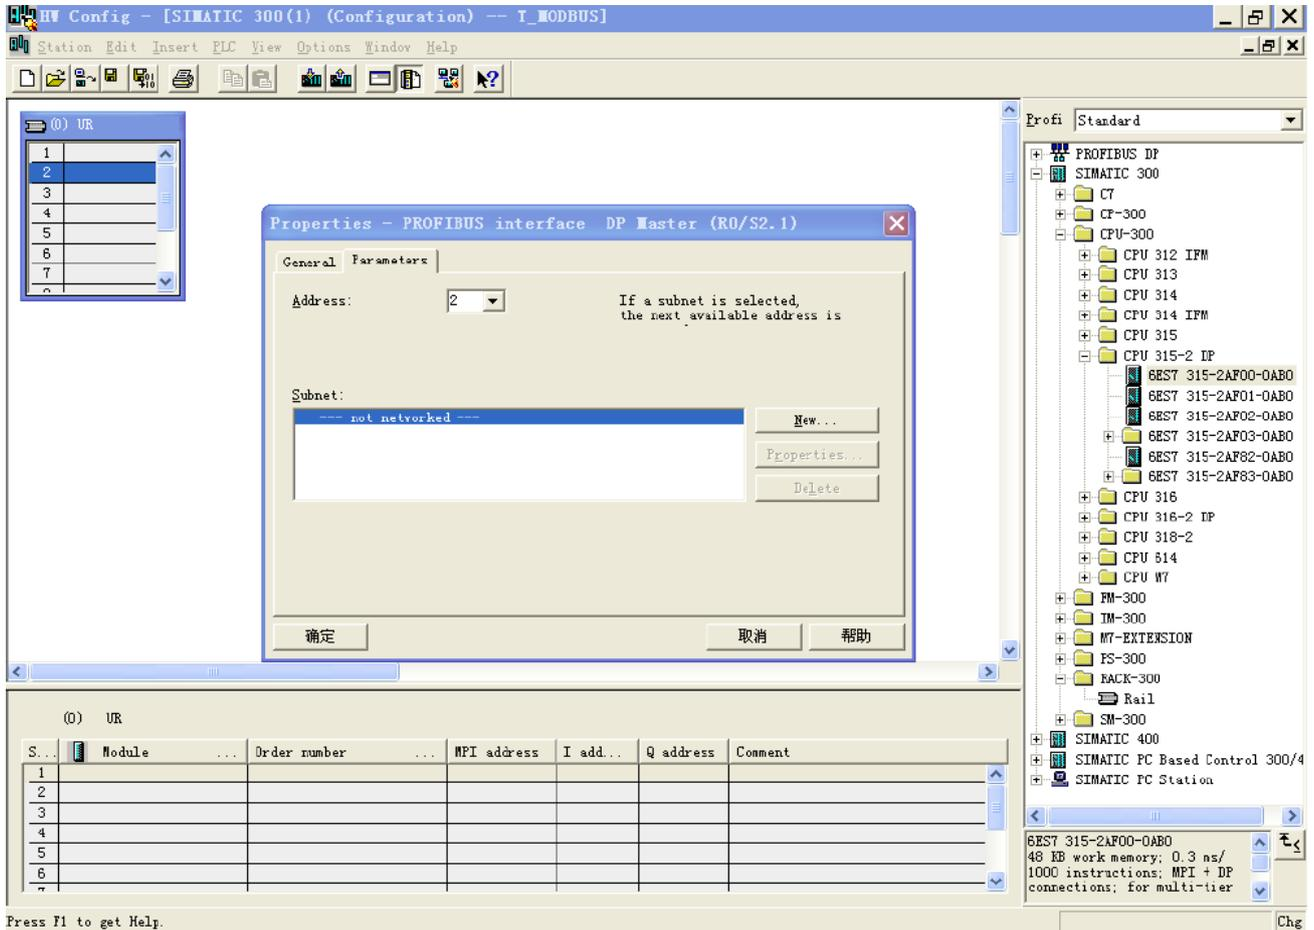

图 7
7. 设定 PLC rack, 双击 “Hardware Catalog\SIMATIC 300\RACK-300\Rail”, 如图 7 所示